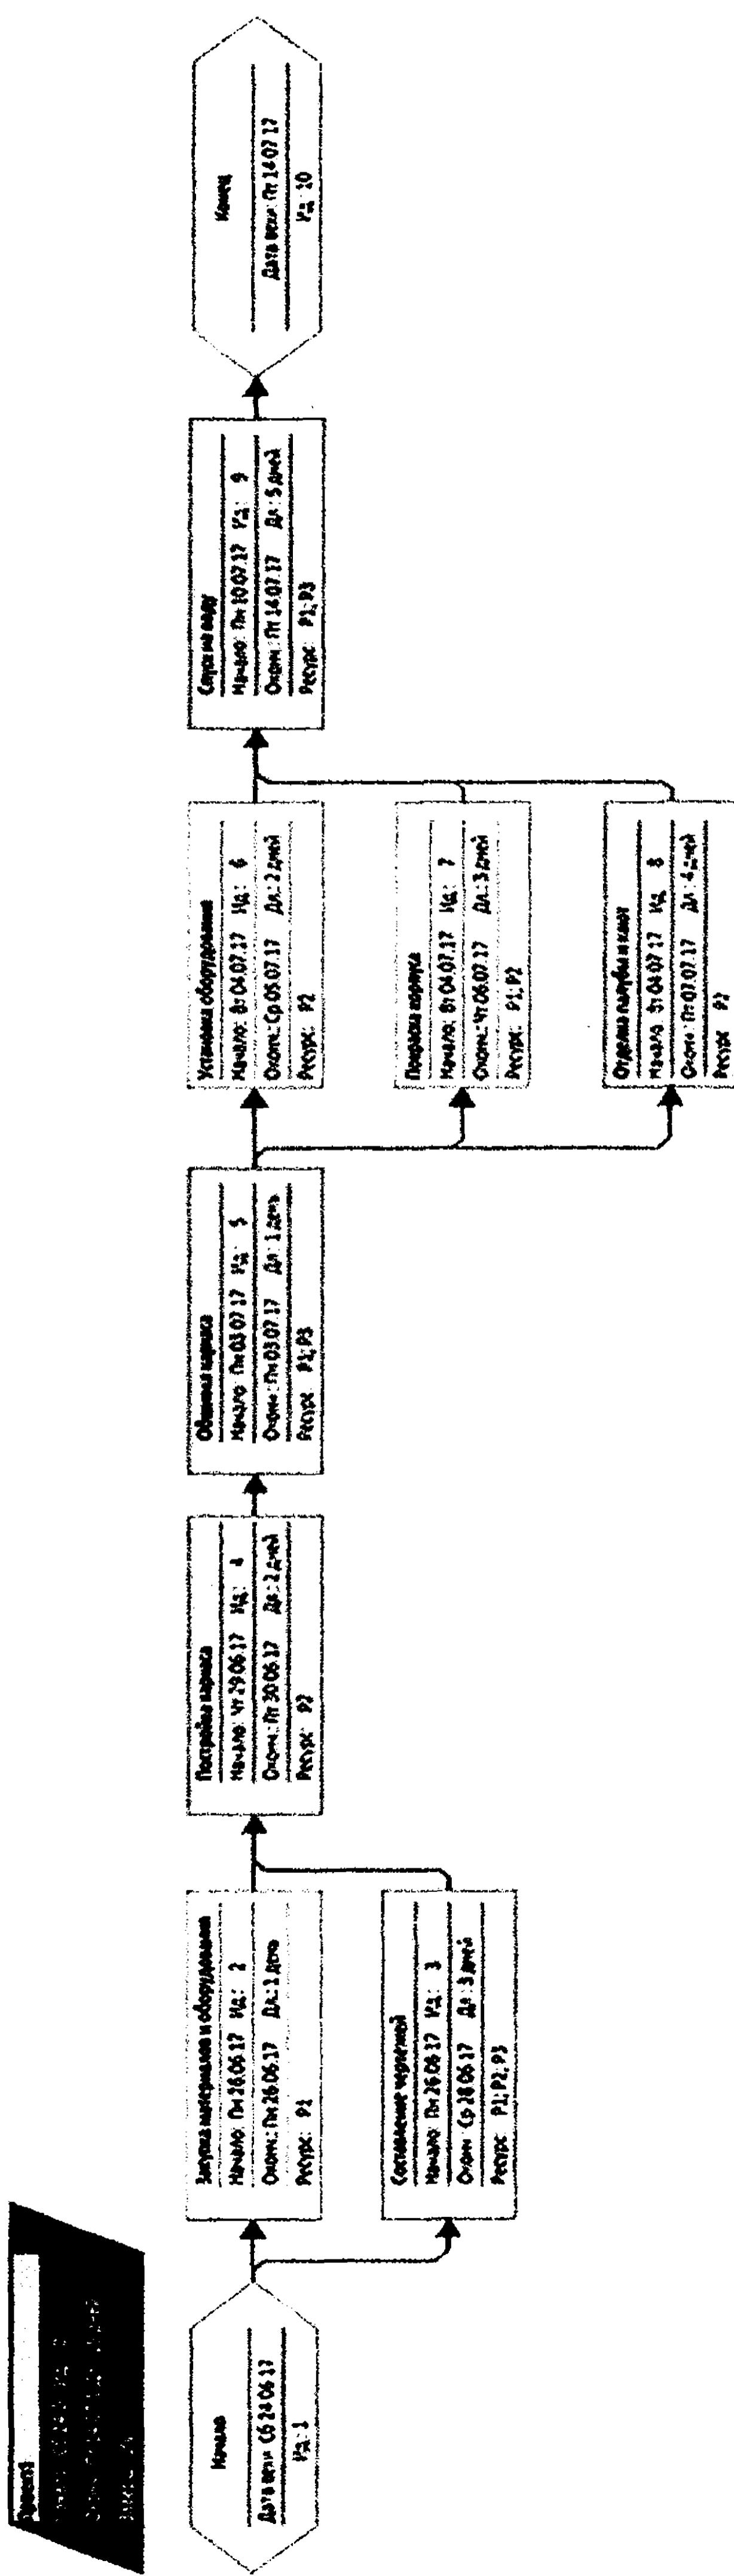

Рис. 3.13. Сетевой график в MS Project
12. Переключимся в представление **Сетевой график** и просмотрим его. Убеждаемся, что **Сетевой график** совпадает с графиком, построенным вручную (рис. 3.13).